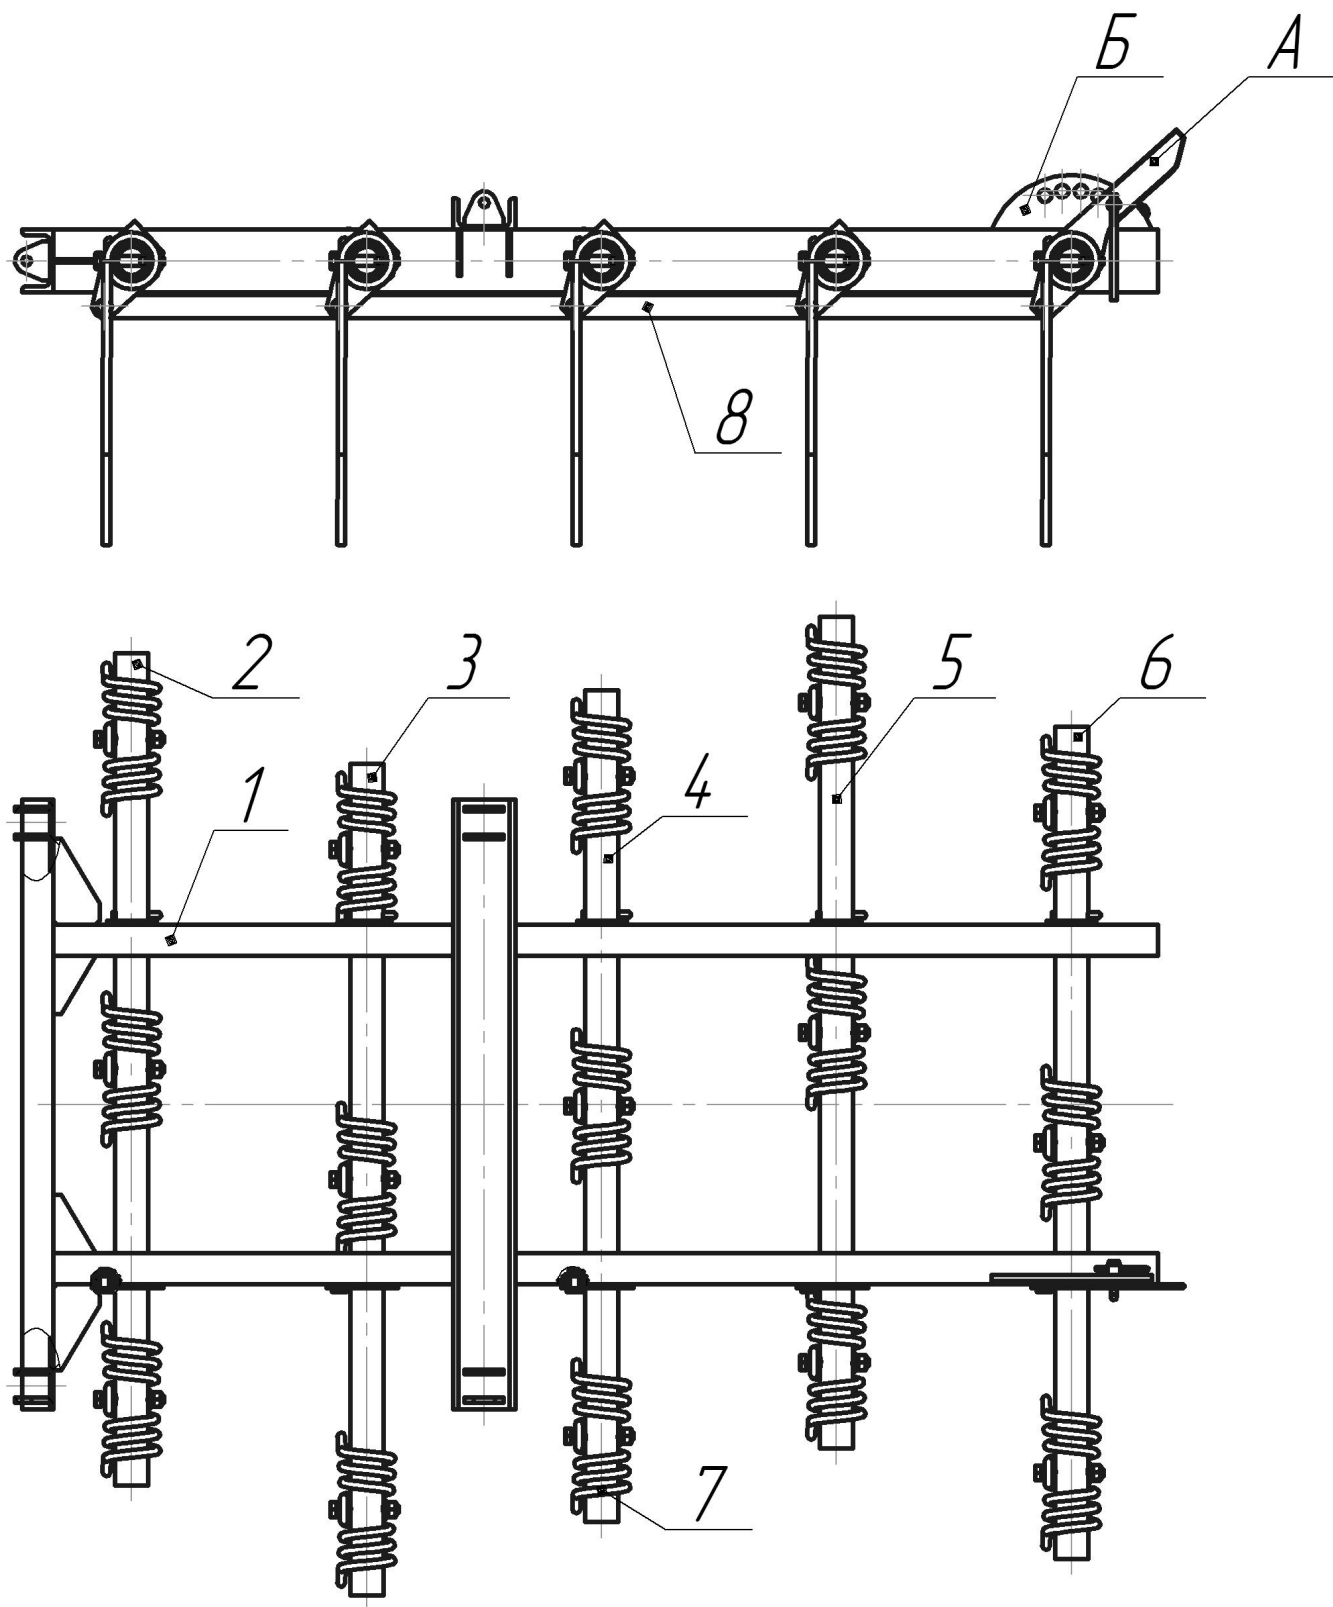

Рис. 10 Устройство и крепление секций.
2.2.8 Секция (рис.10), состоит из сварной рамы-1, пяти валов, на которых крепится пятнадцать пружинных пальцев-7 с двумя зубьями на каждом пальце. На секциях имеется механизм регулировки углов наклона пальцев, состоящий из рычага А, сектора Б, тяг-8, соединенных осями. Пальцы могут изменять угол наклона в пределах 90° от вертикали. Цепи крепятся к секциям и траверсам осями и фиксируются шайбами и шплинтами.